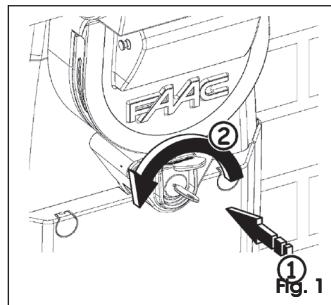

Fig. 1
1. Introduire la clé personnalisée et la tourner en sens inverse horaire sur "STOP" jusqu'à son arrêt, Fig. 1.